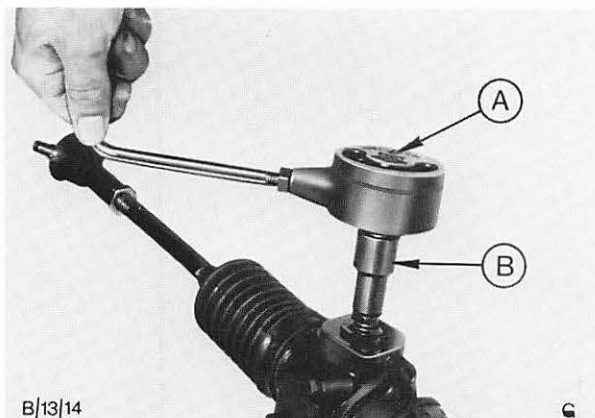

Abb. 32 Ritzeldrehmoment messen
24. Das zum Drehen des Ritzels erforderliche Drehmoment messen. Abb. 32.